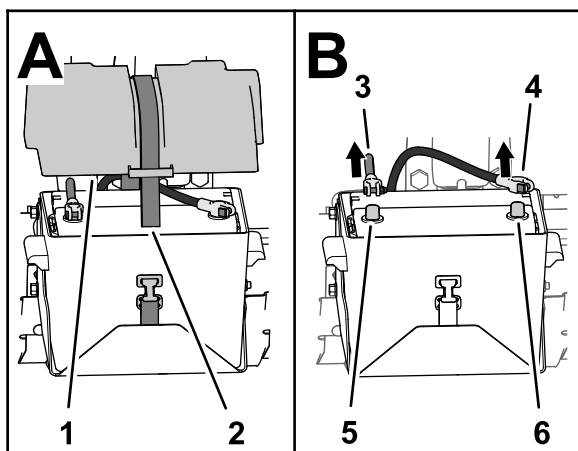

Figura 2
3. Retire a cobertura da bateria e desligue o cabo negativo (preto-terra) do borne da bateria (Figura 2).
4. Desligue o cabo positivo (vermelho) do borne da bateria (Figura 2).